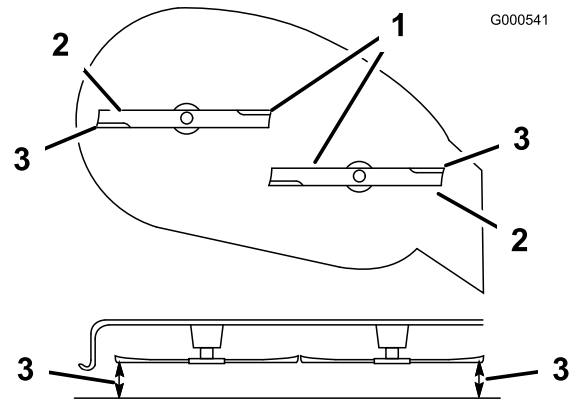

Figure 41
5. Tournez prudemment les lames pour qu'elles soient parallèles dans le sens transversal (Figure 41).
6. Mesurez la distance entre les tranchants extérieurs et le sol plat (Figure 41). Si les deux mesures diffèrent de plus de 5 mm (3/16 po), un réglage s'impose. Poursuivez la procédure.